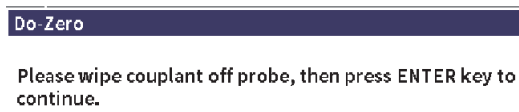

Рис. 11-36 Диалоговое окно Do-Zero
10. Дважды нажмите клавишу ESC, чтобы закрыть страницу **Настр. ПЭП** и открыть диалоговое окно **Do-Zero** (см. Рис. 11-36 на стр 225).